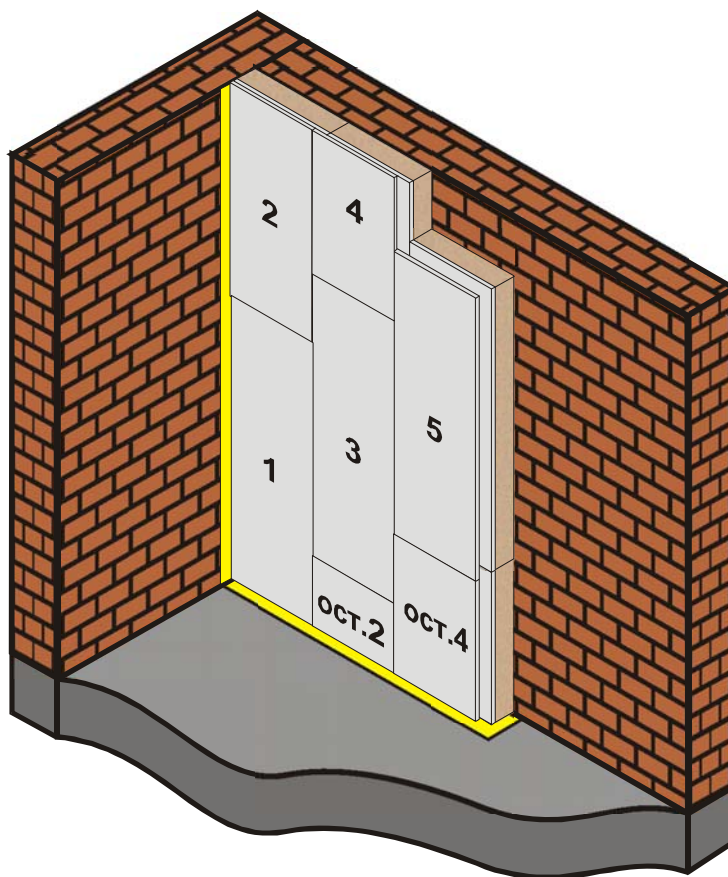

Рис. 1 Схема монтажа панелей ЗИПС
3. Монтаж панелей ЗИПС™ рекомендуется вести слева направо, снизу вверх (см. рис.1). У первой панели (№1) обрезаются два гребня – левый и нижний, у второй панели (№2) – только левый гребень.
6. Если стеновая панель полностью помещается на защищаемой поверхности (панели № 1, 3, ... на рис.1) – монтаж ЗИПС™ осуществляется с помощью только шести узлов крепления, центральные узлы крепления не используются. Если согласно размерам защищаемой поверхности стеновая панель подлежит обрезке (панели № 2, 4, ... на рис.1) – используются все доступные узлы крепления. Потолочные панели ЗИПС™ в любом случае монтируются с помощью всех восьми узлов крепления, причем в двух центральных узлах в обязательном порядке применяются металлические дюбель-винты.